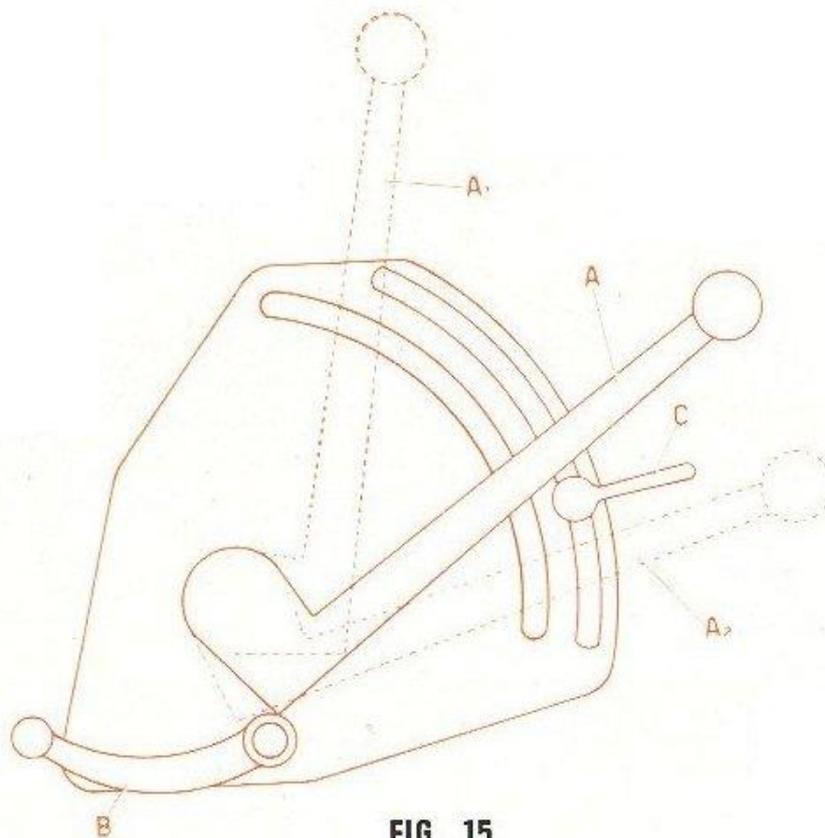

FIG. 15
A) POSITION CONTRÔLÉE (fig. 15)
1) PRINCIPE DE FONCTIONNEMENT (FIG. 15 et 16)